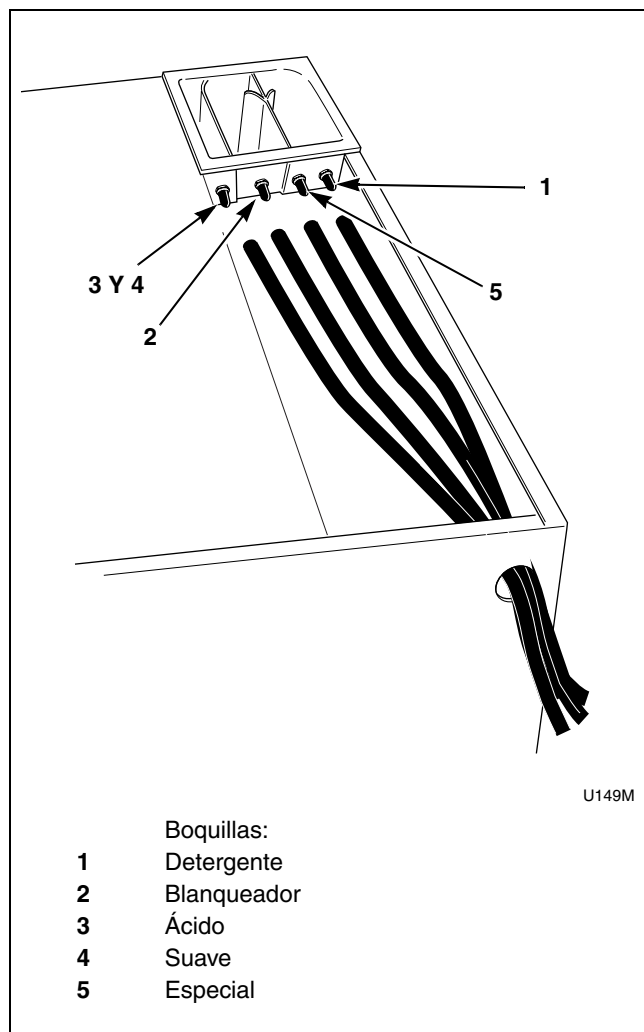

Figura 46
3. Ubique las 4 boquillas con tapa en el distribuidor de suministro líquido y quite las tapas. Consulte la *Figura 46*.